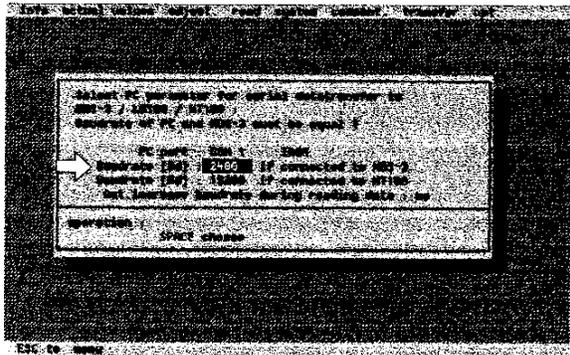

Fig. 7:
**2.2 Apartado Sub menu (Fig. 7)